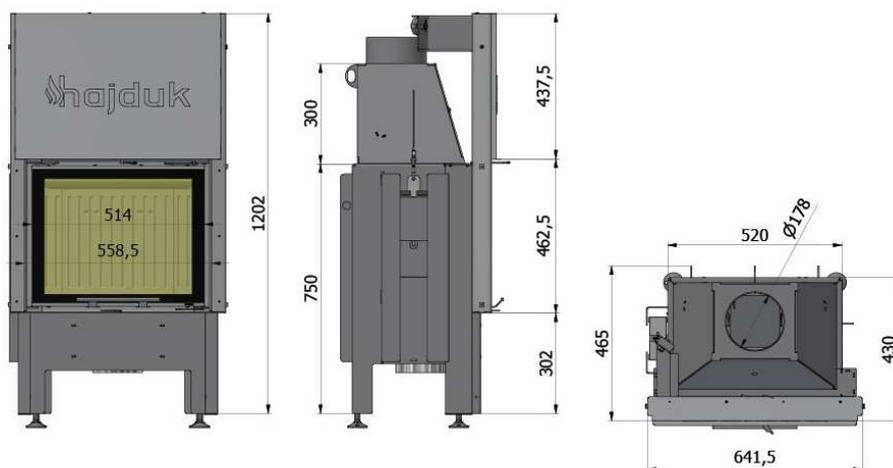

ABB. 2.2. SMART XTH
Der Körper des Geräts besteht aus einem Stahlgehäuse (1) mit Kühlkörpern (2), die auf vier Beinen getragen werden und mit hitzebeständiger Farbe bedeckt sind. Die Feuerkammer ist von innen mit hitzebeständigen Keramikformen ausgekleidet (3). Am Boden des Ofens befindet sich ein mit einem Gusseisenrost (4b) abgedeckter Aschebehälter (4a), in dem der Brennstoff verbrannt wird. Im oberen Teil in der Brennkammer wurde ein Vermiculit-Deflektor (5) installiert, der die Abgase zum Kamin (6) leitet, wo Stahl-Deflektoren (7) installiert wurden, um den thermischen Wirkungsgrad zu erhöhen. Der Brennstoff wird durch die Verbrennungstür (9) mit hitzebeständigem Glas (10), die mit einem Griff (8) geöffnet wird, in die Brennkammer geladen. Die Menge an Primär- und Sekundärluft wird durch den Luftklappenregler (11) eingestellt. Der Regler Hebel befindet sich an der Vorderseite des Einsatzkamin unter der Ladentür und bewegt die Rosette im Luftkasten des Heizgeräts. Die Luftzufuhr zum Gerät erfolgt von außen über den an der Unterseite des Heizgeräts angebrachten Anschluss $\Phi = 150$ mm (12). Die Luftverteilung erfolgt weiter unter dem Rost (A Abb.2.2), zur Oberkante der Kamin Tür (B Abb.2.2) und zur Rückwand des Feuerraums (C Abb.2.2). Der Abgasaustrittsstutzen mit einem Durchmesser von $\Phi = 180$ mm wurde direkt am Kamin in vertikaler Position (oben) montiert. Die Höhenverstellung des Gerätes erfolgt über vier in die Gehäusebeine eingeschraubte Stahlschraubfüße (14).